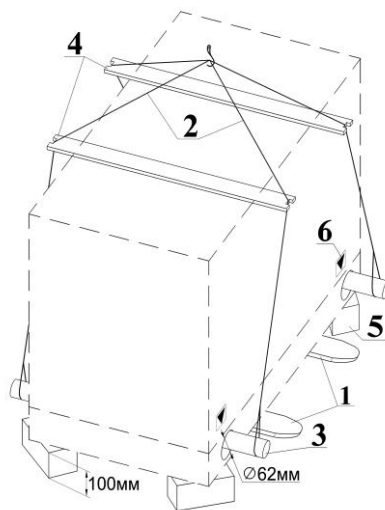

Рисунок 5.1 Схема погрузки.
5.3. Подъем чиллера краном осуществляется на тросах (стропях) **2** посредством вспомогательных труб (балок) **3** вставленных в штатные отверстия основания чиллера и траверс (брусьев) **4** (см. рисунок 5.1).